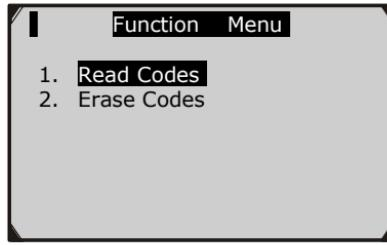
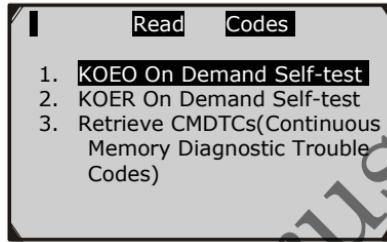

Рисунок 5.23
Рисунок 5.24
На экране **Function Menu** (Меню функций) (Рисунок 5.23) выберите пункт **Read Codes**. Будет показано меню **Read Codes**. (Рисунок 5.24)
1. На экране **Function Menu** (рисунок 5.23) нажмите **Erase Codes**. Сканер отобразит инструкцию.